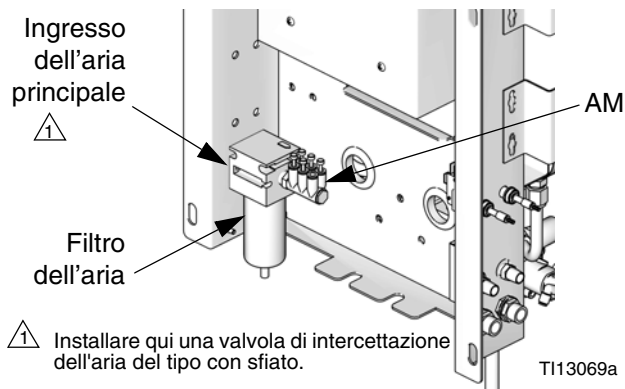

FIG. 4 Ingresso alimentazione aria supporto a parete
2. Installare una valvola di intercettazione dell'aria del tipo con sfiato nell'ingresso del filtro aria di comando sulla stazione del fluido per montaggio a parete. FIG. 4.
Utilizzare una linea di alimentazione dell'aria di spurgo per la valvola di spurgo dell'aria (APV). Non collegare la valvola di spurgo all'alimentazione dell'aria principale dell'unità o al collettore dell'aria (AM, FIG. 4), per non contaminare le elettrovalvole, le linee di comando pneumatico o l'alimentazione aria principale dell'unità con il fluido se la valvola di spurgo dell'aria (APV) e la valvola di ritegno (CV) presentano un guasto.